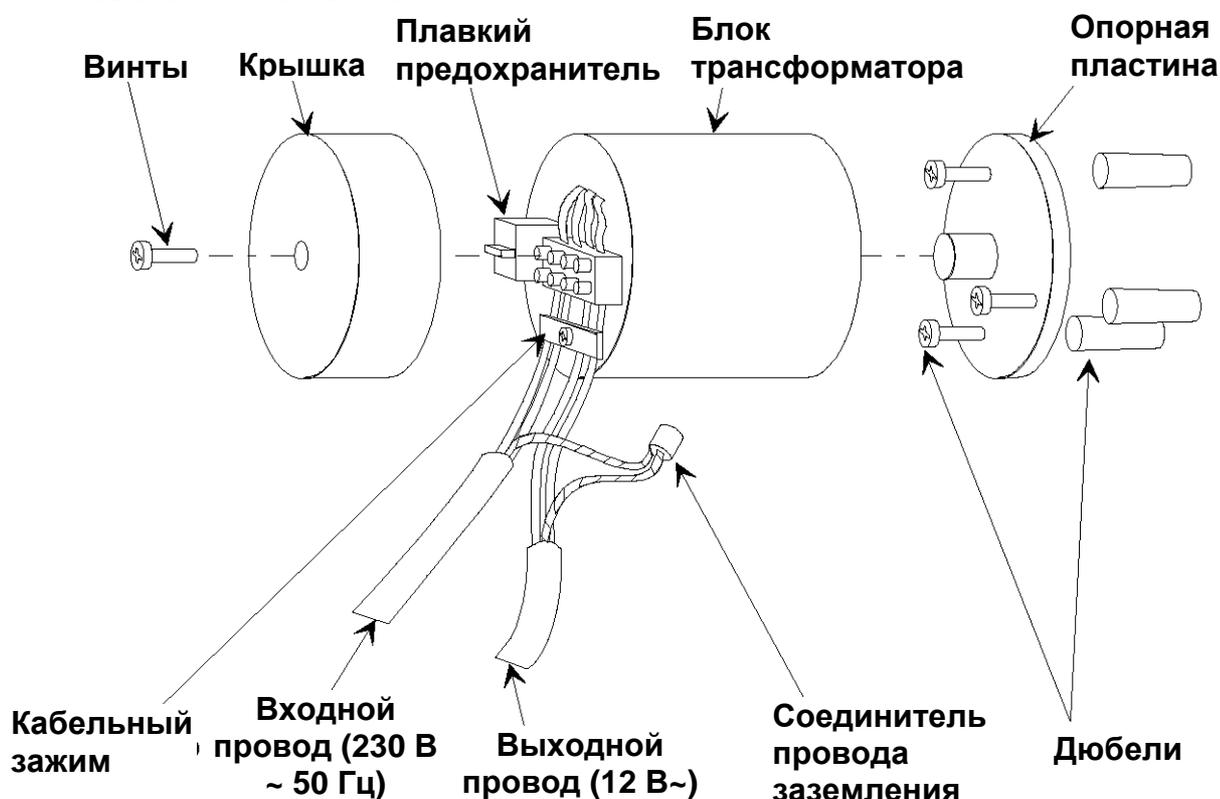

Рисунок 4. Трансформатор TRN-01
2. Прикрепите входной провод (230 Впер. тока) к входному соединителю (рядом с плавким предохранителем), а выходной провод (12 В переменного тока) к другому соединителю (см. Рис. 4). Макс. допустимая площадь сечения как входного (230 В), так и выходного (12 В) провода составляет 2,5 мм2.